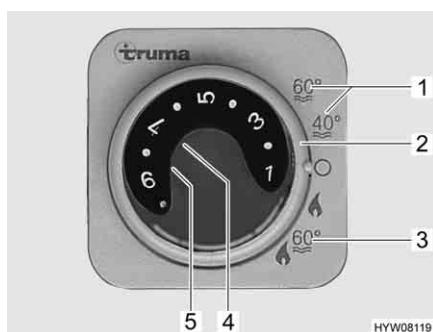

Fig. 132 Centralina di controllo per riscaldamento/boiler
Il boiler è integrato nel riscaldamento e funziona a gas. Il boiler si accende dalla centralina di controllo (Fig. 132) con l'interruttore girevole (Fig. 132,2).
Durante il funzionamento invernale "Riscaldamento e boiler" (Fig. 132,3), accendendo il riscaldamento è riscaldato automaticamente anche l'acqua nel boiler. Quando il riscaldamento si spegne al raggiungimento della temperatura ambiente desiderata, il boiler continua a riscaldare l'acqua, fino a quando questa raggiunge la temperatura impostata.
Durante il funzionamento estivo (Fig. 132,1) l'acqua è riscaldata soltanto nel boiler fino a 40 °C o 60 °C. L'acqua si riscalda a 60 °C in ca. 25 minuti. La spia gialla di controllo (Fig. 132,5) si accende durante la fase di riscaldamento del boiler.
L'alimentazione di tensione per l'apparecchio non può essere interrotta interrompendo l'alimentazione a 12 V sul pannello di controllo. A seconda del modello, in caso di guasto si accende la spia rossa di controllo (Fig. 132,4) sulla centralina di controllo (vedi capitolo 14).
Accensione:	<ul style="list-style-type: none"> ■ Aprire la valvola principale di arresto della bombola del gas e il rubinetto di arresto del gas "Riscaldamento/boiler". ■ Sulla centralina di controllo (Fig. 132) posizionare l'interruttore girevole (Fig. 132,2) su "Funzionamento estivo" (Fig. 132,1). <p>La spia gialla di controllo (Fig. 132,5) si accende durante la fase di riscaldamento. Al raggiungimento della temperatura dell'acqua desiderata, la fase di riscaldamento termina e la spia gialla di controllo si spegne.</p>
Spegnimento:	<ul style="list-style-type: none"> ■ Sulla centralina di controllo (Fig. 132) posizionare l'interruttore girevole (Fig. 132,2) su "O". ■ Chiudere il rubinetto di arresto del gas "Riscaldamento/boiler" e la valvola principale di arresto della bombola del gas.
- Sulla centralina di controllo (Fig. 132) posizionare l'interruttore girevole (Fig. 132,2) su "O".